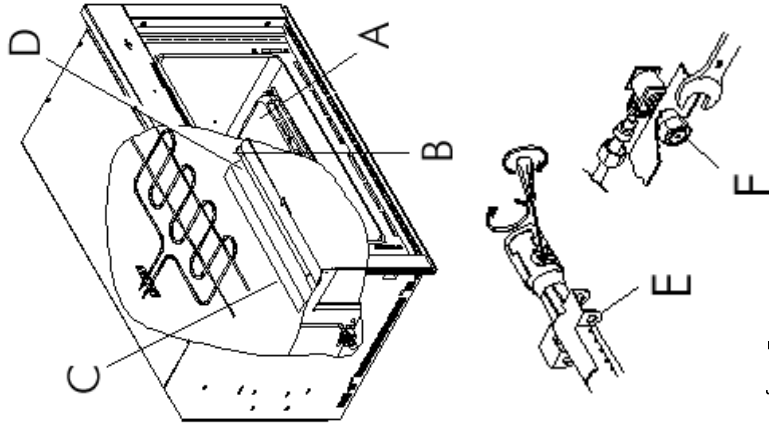

fig. 5
CAMBIO INIETTORE BRUCIATORE FORNO (fig. 5)
- estrarre la platea del forno (fig. 5);
CHANGING THE OVEN BURNER INJECTOR (fig. 5)
- take the bedplate out (fig. 5);
SUBSTITUTION INJECTEUR BRÛLEUR FOUR (fig. 5)
- extraire la plaque à la base du four (fig.5);
AUSTAUSCH DER BRENNERDÜSE DES HERDES (Abb. 5)
- die Bodenplatte des Backofens herausnehmen (Abb. 5);
CAMBIO INYECTORES QUEMADORES HORNO (fig. 5)
- Quitar la placa de fondo del horno (fig.5);